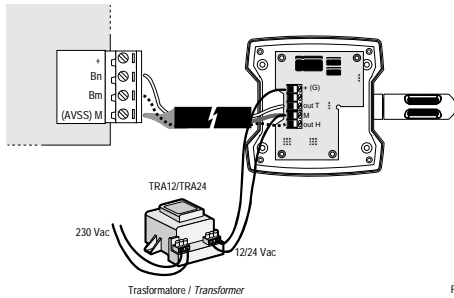

Fig. 4
Per evitare gli errori di misura dovuti alla corrente di alimentazione si può utilizzare un'alimentazione supplementare da un trasformatore esterno (es.: cod. Carel TRA12VDE00 o TRA2400001), da collegarsi come riportato in fig. 4.
**Avvertenze:** Il trasformatore non deve essere collegato a terra e può essere posizionato nel quadro del regolatore. Il cavo di collegamento sarà un multipolare da 4 o 5 fili. In tale situazione non scorre corrente di alimentazione sulla connessione M - AVSS. In installazioni con più sonde, ogni sonda deve essere alimentata dal proprio trasformatore. Con tale configurazione la distanza massima di remotazione è di 100 m (vedi fig. 4).
Fig. 4 shows the connection wiring diagrams to the terminals, as well as the pin-strip configurations for changing the universal outlet from voltage (default) to current.
To avoid errors in measurement due to the current from the power supply, a supplementary power supply with external transformer may be used (e.g.: Carel code TRA12VDE00 or TRA2400001), and should be connected as described in Fig. 4.
**Warning:** The transformer must not be earthed, and can be installed in the controls electrical panel. The connection cable used should be a 4- or 5-lead multi-pole cable. In this situation, power will not flow to the M - AVSS connection. In installations with more than one probe, each probe must be powered by its own transformer. Such a configuration allows a max. distance for remote control of 100m (see Fig. 4).
Nel caso di alimentazione in alternata è indispensabile utilizzare cavi aventi sezione di 1,5 mm2 per ridurre il rumore dovuto alla corrente di alimentazione. Tale rumore può provocare, in qualche caso, instabilità di misura che può essere eliminata con alimentazione in continua o con un'alimentazione supplementare come riportato in Fig. 4.
In case of alternating current power supplies the cables used must have a 1,5mm2 cross-section, to reduce noise due to the current from the power supply. This noise may result, in some cases, in unstable measurements, and can be prevented by using a direct current power supply or a supplementary power supply, as described in Fig. 4.